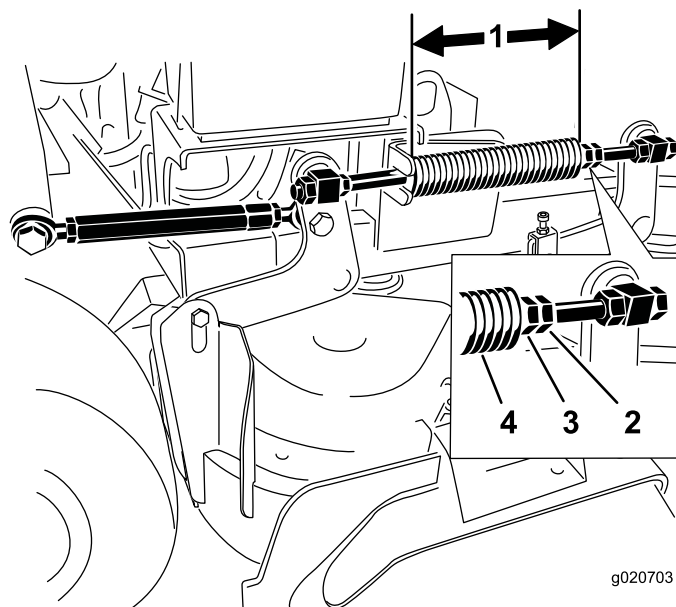

Figura 88
Nota: La lunghezza nominale è di 28,2 cm per piatti di taglio da 91 cm, e di 25,7 cm per piatti di taglio da 102 cm (Figura 88).
3. Regolate questa distanza allentando il controdado per molla e girando il dado davanti ad ogni molla (Figura 88).
4. Bloccate il dado serrando il controdado della molla (Figura 88).